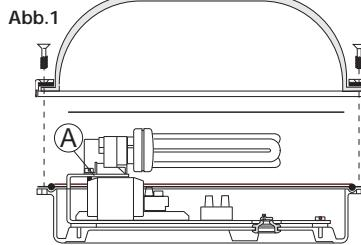

Abb.1
- Um die Lüsterklemme und die Befestigungsöffnungen erreichen zu können, das Chassis abmontieren und den Reflektor abnehmen, indem man die beiden Schrauben (A) löst (Abb.1)